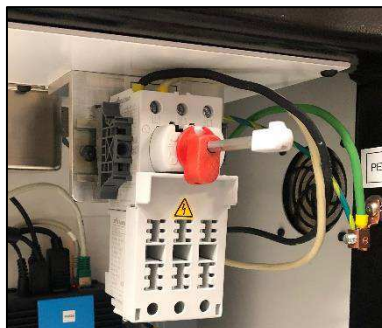

Figura 11
2. Installare il cavo di alimentazione a tre conduttori non in dotazione adatto alla tensione e alla capacità di corrente disponibili (200–240 V CA, monofase, 10 A) facendolo passare attraverso il premistoppa ad angolo retto posizionato sul pannello sul lato sinistro della macchina. All'interno della macchina, instradare il cavo verso l'alto. Collegare il cavo di terra al perno di terra PE sul telaio della macchina. Collegare i fili di fase al sezionatore di alimentazione principale in dotazione (vedere Figura 11).